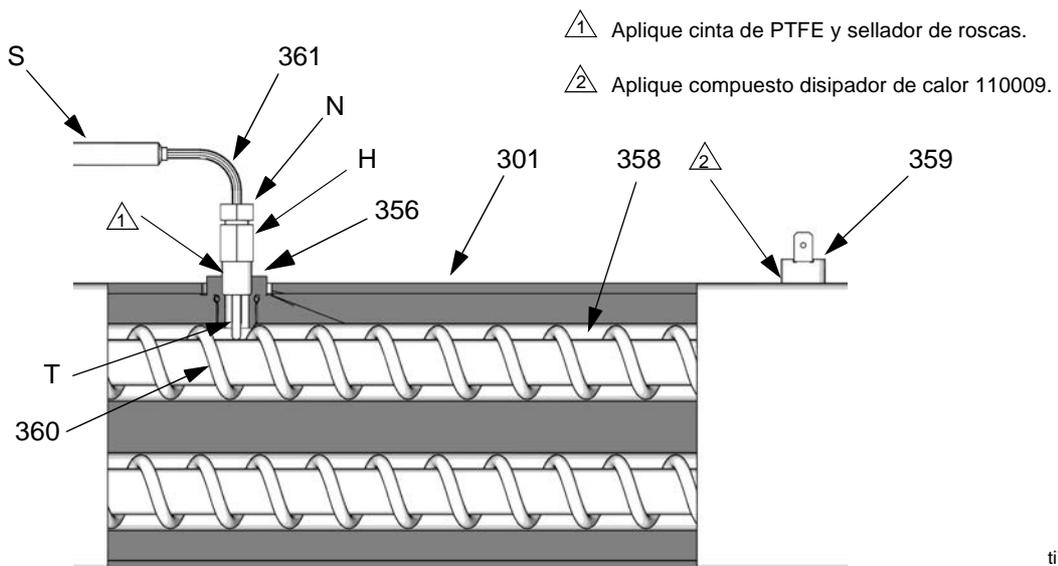

FIG. 8. Termocupla
7. Vea la FIG. 8. Afloje la tuerca del casquillo (N). Retire la termocupla (361) de la carcasa del calentador (351), y después retire la carcasa de la termocupla (H). No retire el adaptador de la termocupla (356) a menos que sea necesario. Si fuera necesario retirar el adaptador, compruebe que el mezclador (360) no interfiera al sustituir el adaptador.
8. Sustituya la termocupla, FIG. 8.
- a. Retire la cinta de protección de la punta de la termocupla (T).
- b. Aplique cinta de PTFE y sellador de roscas a las roscas macho y apriete la carcasa de la termocupla (H) en el adaptador (356).
- c. Empuje la termocupla (361) de forma que la punta (T) haga contacto con el elemento calentador (358).
- d. Sujetando la termocupla (T) contra el elemento calentador, apriete a tope la tuerca del casquillo (N) y después dé 1/4 de vuelta más.
9. Tienda el cable (S) al interior del gabinete y forme un haz como antes. Vuelva a conectar los cables a la tarjeta de circuito impreso.
11. Encienda simultáneamente los calentadores A y B para probarlos. Las temperaturas deben subir a la misma velocidad. Si un calentador está bajo, afloje la tuerca del casquillo (N) y apriete la carcasa de la termocupla (H) para asegurarse de que la punta de la termocupla (T) haga contacto con el elemento (358).
5. Desconecte un cable conductor del interruptor de sobretensión (359), FIG. 8. Pruebe el interruptor con un ohmiómetro. La resistencia debe ser de aproximadamente 0 ohmios.
6. Si la prueba del interruptor falla, retire los cables y los tornillos. Deseche el interruptor averiado. Aplique compuesto térmico 110009, instale un nuevo interruptor en la misma posición en la carcasa (351), y sujételo con los tornillos (311). Vuelva a conectar los cables.